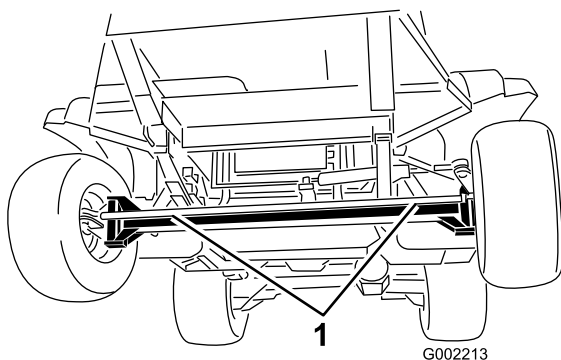
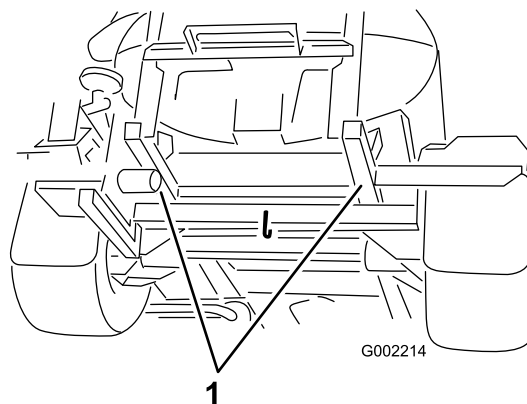

Figure 53
Figure 54
2. Accrochez un câble de remorquage au châssis; reportez-vous aux points de remorquage avant et arrière à la Figure 53 et la Figure 54.